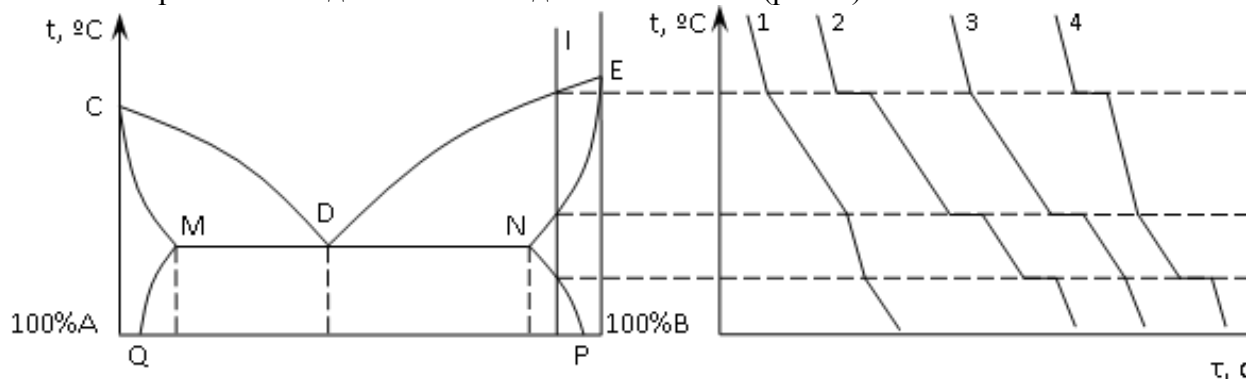

Рис. 2.
5. Какова кривая охлаждения сплава I данной системы (рис. 2)? 1